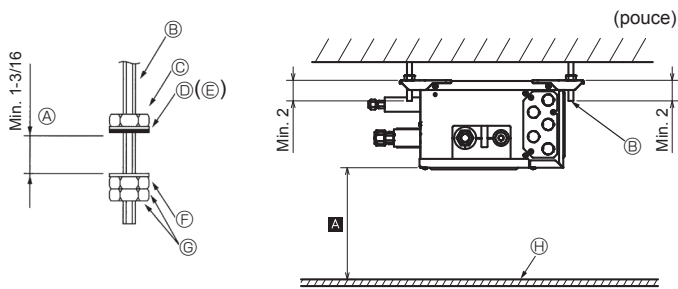

Fig. 6-1
- (2) Fixez les rondelles (①, ②) et les écrous (à acheter localement) sur les boulons de suspension. (Fig. 6-1)
- (3) Accrochez l'appareil sur les boulons de suspension.
- (4) Serrez correctement les écrous (vérifier la hauteur de plafond).
- (5) Utilisez un niveau pour ajuster le boîtier de dérivation à l'horizontale.